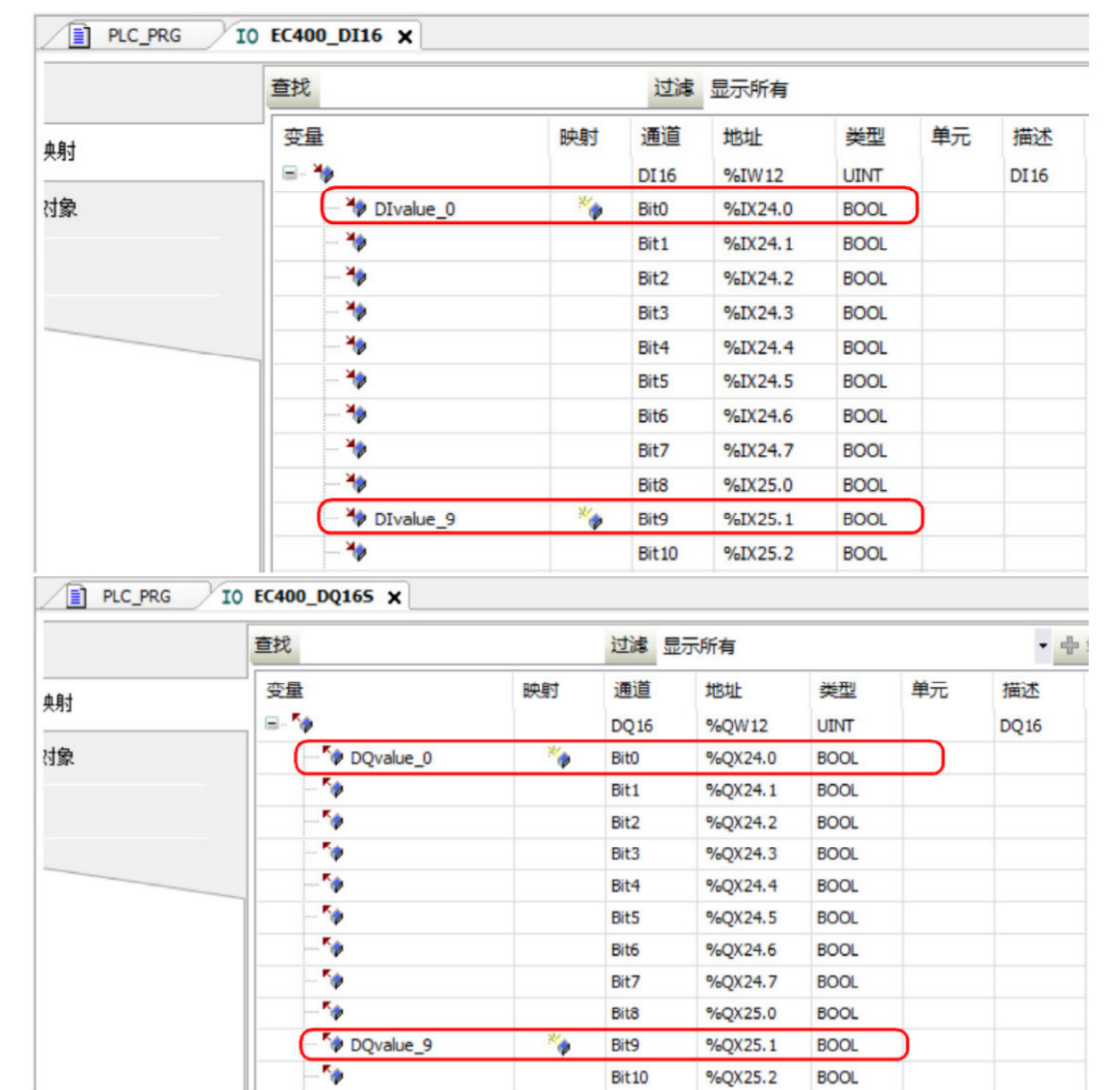

图 6 IO 映射
3) 在 IO 模块的 I/O 映射界面，添加 0、9 通道的映射变量 Dvalue_0、Dvalue_9、DQvalue_0、DQvalue_9 (变量自动定义)，如图 6。